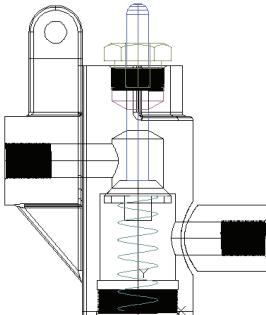

图 11-178 复制胶垫后的图形
3) 复制胶垫：选择菜单栏中的“编辑”→“带基点复制”命令，选取基点为(0,0,0)，将“胶垫”图形复制到“手压阀装配图”的前视图中，指定的插入点为(0,0,0)，如图 11-178 所示。